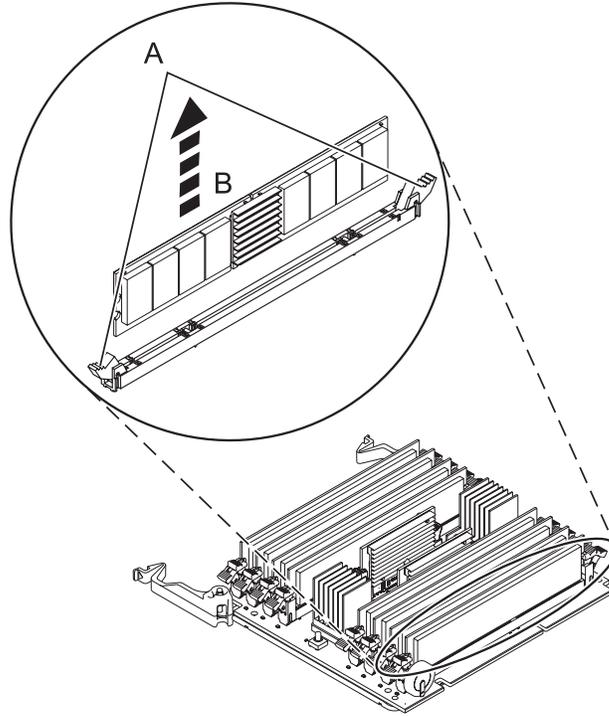

Figura 16. Extracción de un módulo de memoria
9. Desbloquee el módulo de memoria presionando los pasadores de fijación (**A**) hasta la posición de abierto como se muestra en Figura 16 en la página 33. Levante el módulo de memoria (**B**) para extraerlo del conector. La acción de palanca de las pestañas hace que el módulo de memoria salga del conector.